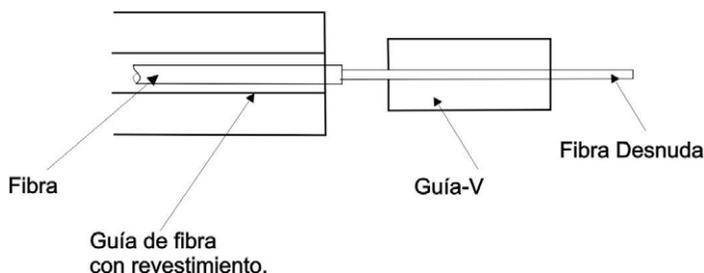

Figura 6.-
- Encienda la fusionadora y sitúe las fibras en el interior tal como indican la figura 6. La longitud de corte de la fibra desnuda debería estar entre los 10 y 16 mm y debe situarse en la guía-V. Baje la pinza de sujeción que mantiene fija la parte de la fibra con revestimiento. La fibra debe visualizarse en el centro de la pantalla sin superponerse.